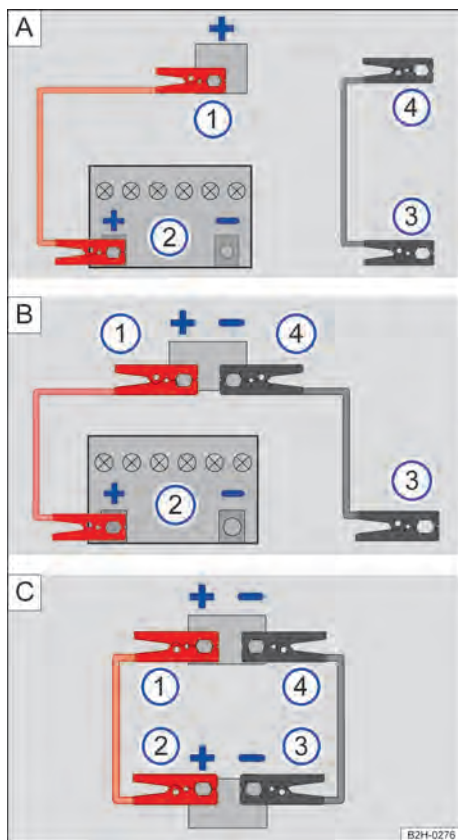

Fig. 207 No compartimento do motor: conexões para o cabo auxiliar de partida (representação esquemática).
Legenda para Fig. 207:
- → Fig. 207 **A**: Conexão entre a bateria do veículo fornecedor de energia ② e ③ e o ponto de auxílio à partida do veículo com bateria do veículo descarregada ① e ④.
- → Fig. 207 **B**: Conexão entre a bateria do veículo fornecedor de energia ② e ③ e os dois pontos de auxílio à partida do veículo com bateria do veículo descarregada ① e ④.
- → Fig. 207 **C**: Conexão entre a bateria do veículo fornecedor de energia ② e ③ e os dois pontos de auxílio à partida do veículo com bateria do veículo descarregada ① e ④.
- Conectar uma ponta do cabo auxiliar de partida **vermelho** ao polo positivo (+) do veículo com a bateria descarregada → Fig. 207 ①.
- Conectar a outra ponta do cabo auxiliar de partida **vermelho** ao polo positivo (+) do veículo com a bateria fornecedora de energia → Fig. 207 ②.
- Conectar uma extremidade do cabo auxiliar de partida **preto** → Fig. 207 ③, de preferência, num ponto de aterramento (ponto de auxílio à partida) (-), ou então, na argola de reboque dianteira rosçada, conectar uma peça metálica firmemente aparafusada com o bloco do motor ou no próprio bloco do motor.
- Conectar a outra extremidade do cabo auxiliar de partida **preto** → Fig. 207 ④ no veículo com a bateria do veículo descarregada, de preferência, a um ponto de ponto de aterramento (ponto de auxílio à partida) (-), uma peça metálica firmemente aparafusada com o bloco do motor ou no próprio bloco do motor → ▲.
- Em motores em funcionamento, desconectar o cabo auxiliar de partida somente na sequência → Fig. 207 ④ ③ ② ①.